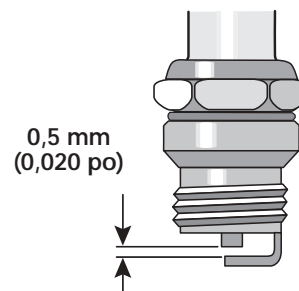

Fig. 41
3. Remplacez toute bougie fendillée, encrassée ou sale. Réglez l'écartement à **0,5 mm (0,020 po)** à l'aide d'une jauge d'épaisseur (Fig. 41).